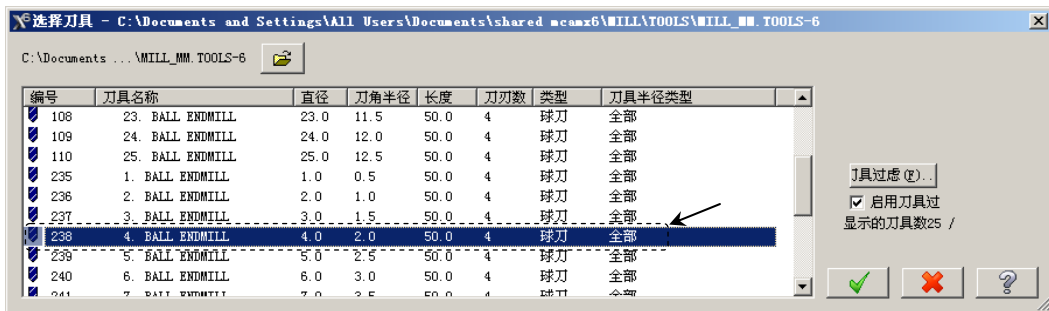

图 11.38 “选择刀具”对话框
(1) 确定刀具类型。在“曲面精加工交线清角”对话框中单击 **刀具过滤** 按钮，系统弹出“刀具过滤列表设置”对话框。单击 **刀具类型** 区域中的 **无(N)** 按钮后，在刀具类型按钮群中单击 （球刀）按钮。单击  按钮，关闭“刀具过滤列表设置”对话框，系统返回至“曲面精加工交线清角”对话框。
(2) 选择刀具。在“曲面精加工交线清角”对话框中单击 **选择刀库** 按钮，系统弹出“选择刀具”对话框，在该对话框的列表框中选择图 11.38 所示的刀具。单击  按钮，关闭“选择刀具”对话框，系统返回至“曲面精加工交线清角”对话框。